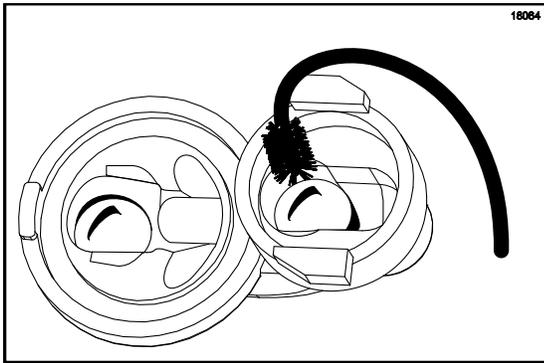

图 83
5. 将黑色刷子插入出口阀的顶部，擦拭该区域，特别是钢球周围。（见图 83。）